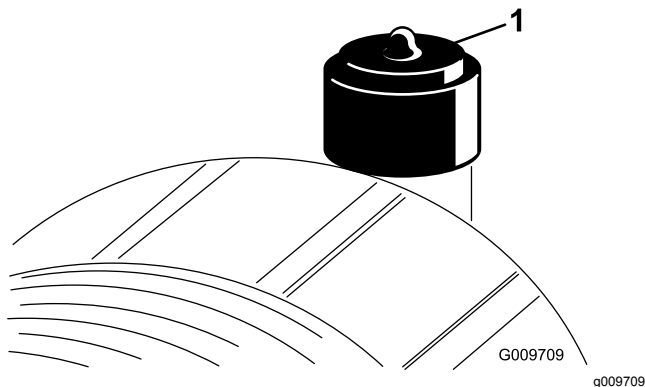

図 26
エアクリーナの整備はインジケータ^{図 26}が赤色になってから行ってください。早めに整備を行っても意味がありません。むしろフィルタを外したときにエンジン内部に異物を入れてしまう危険が大きくなります。
6. インジケータ図 26 が赤になっている場合はリセットする。